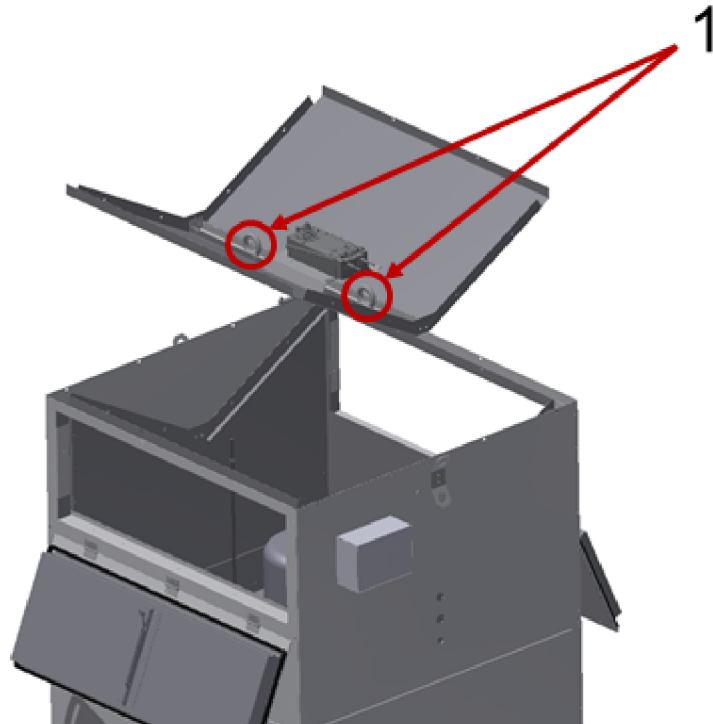

Abb. 26: Demontage Leitblech
14. ▶ Herausheben des Leitbleches mittels geeigneter Hebevorrichtung an den zwei Anschlagpunkten ( Abb. 26 /1).